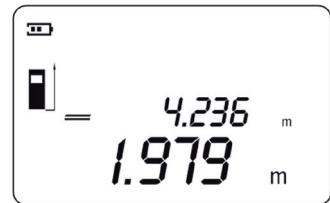

Abb. 7
8. Die zweite Länge wird in der untersten Zeile der Anzeige in großen Ziffern angezeigt, und der Laser wird ausgeschaltet (Abb. 7).